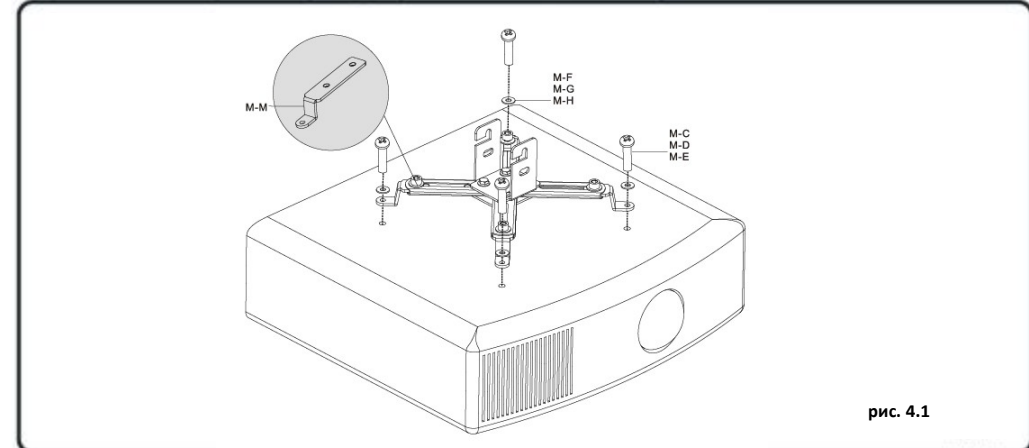

рис. 4.1
Поверните проектор, установив переходной кронштейн с задней части проектора как можно ближе к центру тяжести проектора, разместив по одной лапе на каждое монтажное отверстие. В зависимости от положения отверстий можно изменить положение лапы, как показано в рис. 4.1.
- Закрепите переходной кронштейн на задней части проектора, используя соответствующую комбинацию винтов и шайб, как показано на рис. 4.1.